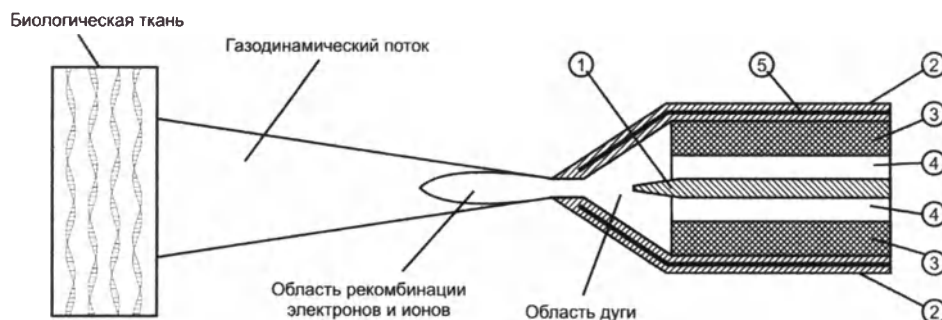

Рисунок 7. Конструкция плазмотрона.
- центральный электрод (катод, «-») (рис.7, поз.1),
- внешнюю трубку, переходящую в сопло (анод, «+») (рис.7, поз.2),
- электрический изолятор, разделяющий электрод и трубку и имеющий высокую температуру плавления (рис.7, поз.3),
- канал подачи рабочего газа (аргона) в зону плазмогенерации (рис.7, поз.4)
- рубашку водяного охлаждения анода (рис.7, поз.5).